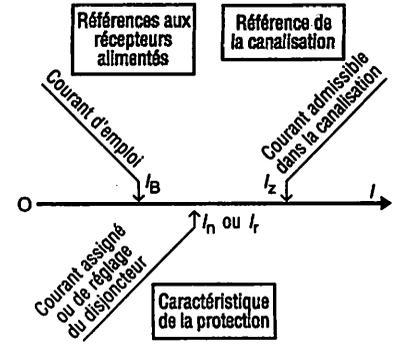

Fig. 2 : Protection par disjoncteur.
b) Protection par disjoncteur (fig. 2)